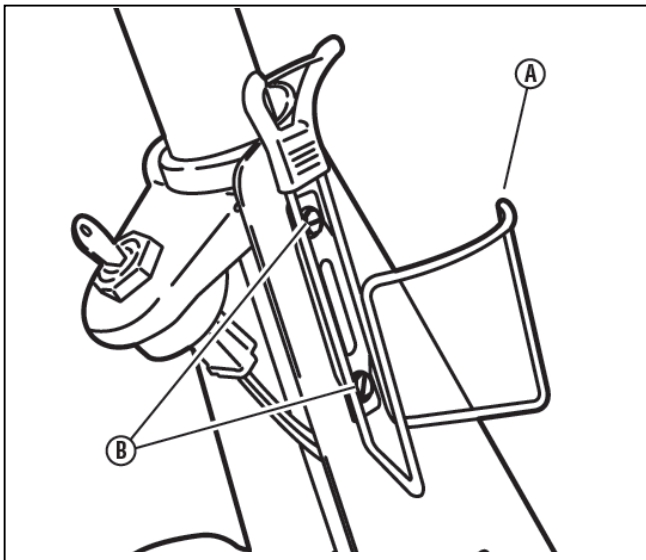

図 1-20
- A. 水ボトルホルダ(図 1-20 の A)をステアリングの右側にセルフタッピングスクリュー(B)で固定します。